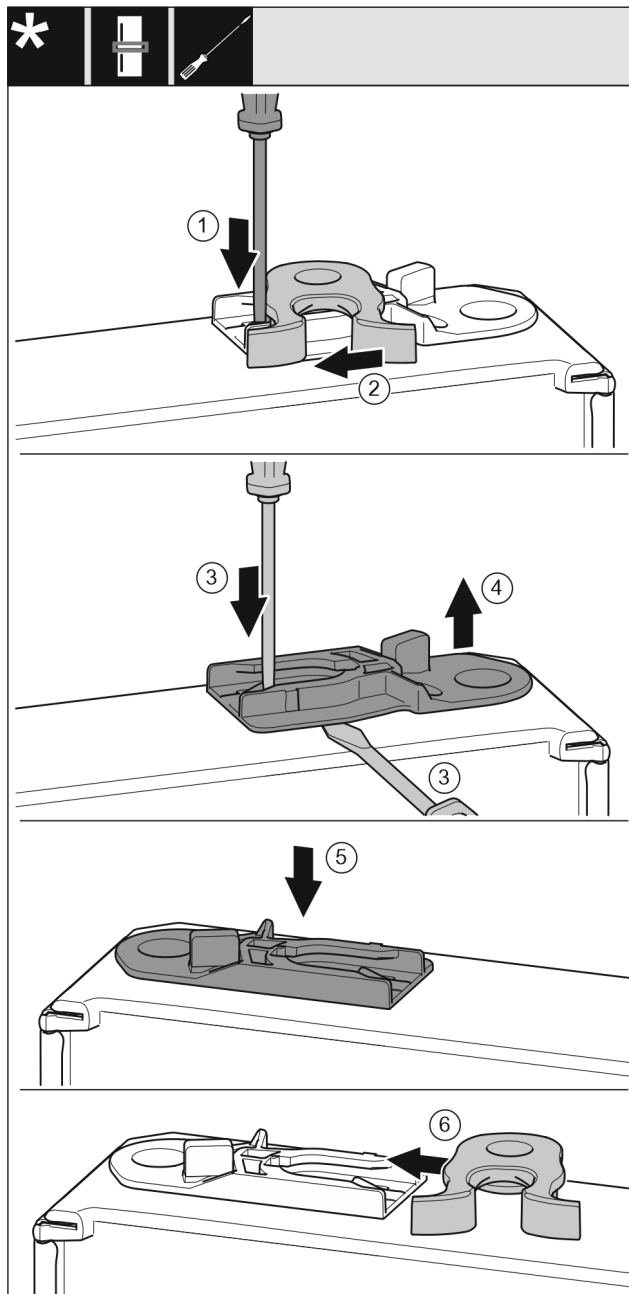

Fig. 19
- ▶ Spingere verso il basso la linguetta Fig. 19 (1) con il cacciavite a intaglio.
- ▶ Estrarre il gancio di chiusura Fig. 19 (2) dalla guida.
- ▶ Estrarre la boccola di guida Fig. 19 (3, 4): Premere la linguetta con un cacciavite a intaglio e allo stesso tempo spostare in basso la boccola di guida con il cacciavite a intaglio.
- ▶ Inserire la boccola di guida Fig. 19 (5) inclusa nella fornitura sull'altro lato dell'alloggiamento.
- ▶ Spingere il gancio di chiusura Fig. 19 (6) nella guida.